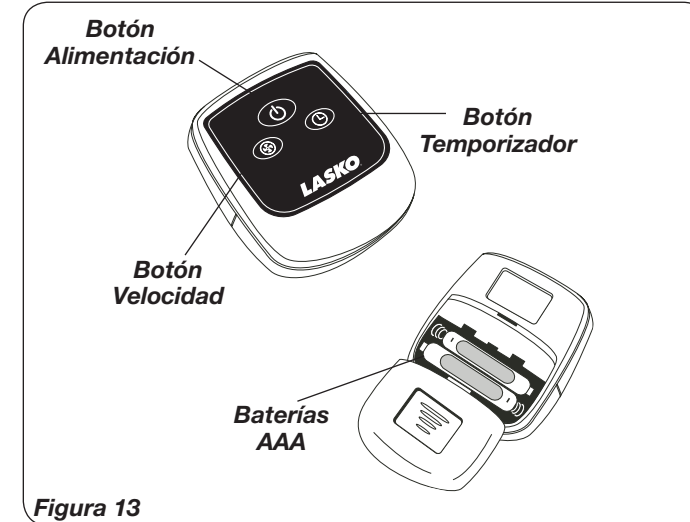
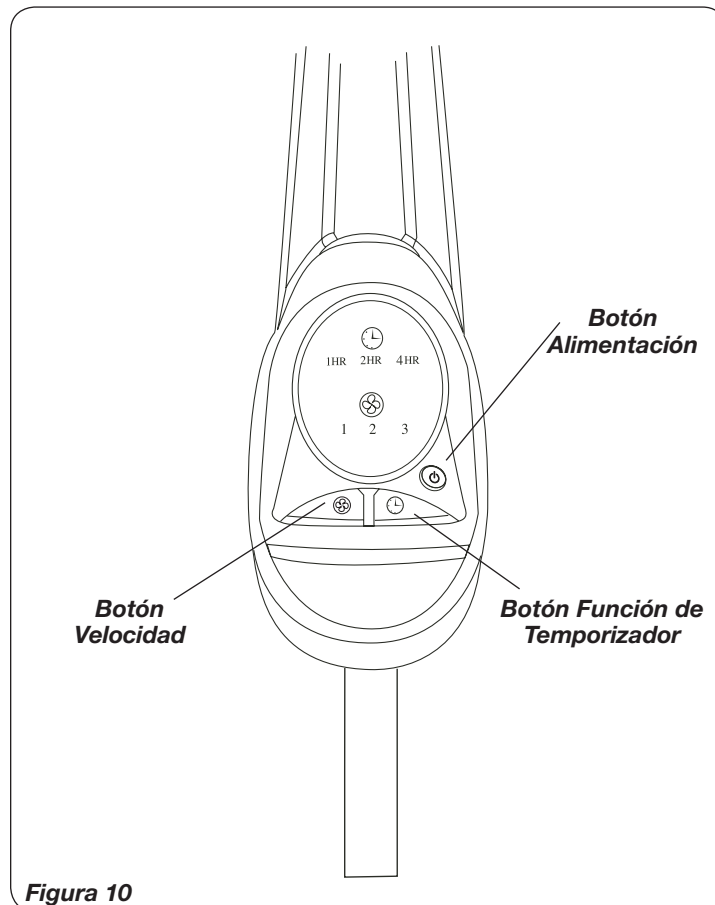

Figura 13
Figura 10
1. Instale la batería (no suministró) como se indica en la *Figura 13*. La batería es el tipo "AAA".
Este Ventilador puede hacerse funcionar mediante los Controles Manuales ubicados en la parte superior de la unidad (como se muestra en la **Figura 10**) o con el Control Remoto (se muestra en la **Figura 13**).